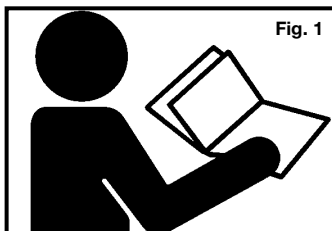

Fig. 1
1. **Lea y entienda las etiquetas y el manual de la herramienta.** Si no se siguen las advertencias, el resultado pudiera ser la **MUERTE** o **LESIONES GRAVES**. Fig. 1.